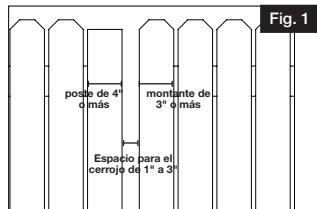

Fig. 1
- a. El cerrojo de poste contemporáneo con manija requiere un espacio libre para el cerrojo de 1" a 3" y funciona con un poste de 4" o más de tamaño y un montante de 3" o más de tamaño (Fig. 1).